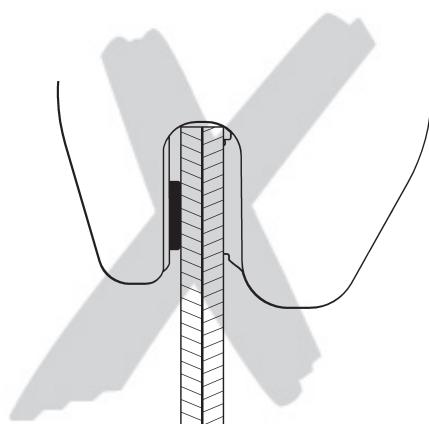

Fig. 2
- Sólo se puede transportar a la vez una viga con este dispositivo de elevación (Fig. 2).